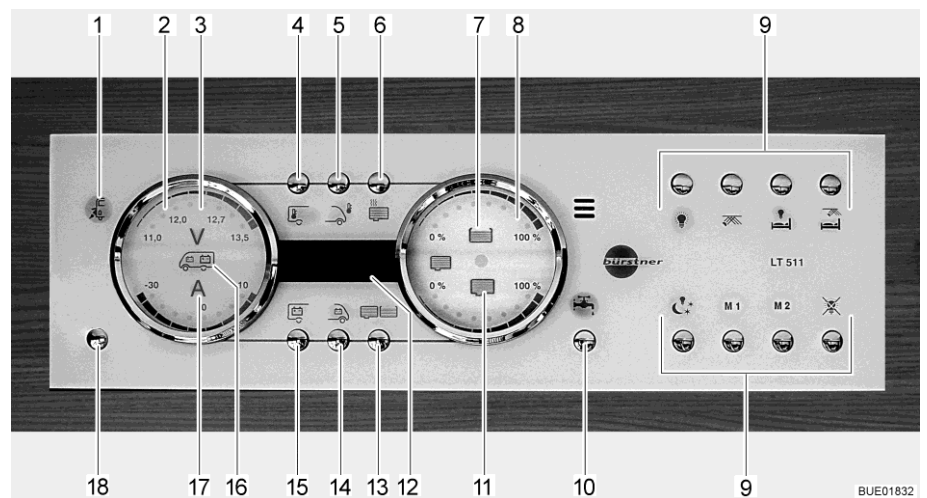

Fig. 120 Pannello di controllo LT 511
La spia di controllo a 230 V (Fig. 120,1) si accende quando all'ingresso della centralina elettrica è presente una tensione di rete.
L'interruttore principale a 12 V (Fig. 120,18) inserisce o disinserisce il pannello di controllo e l'alimentazione a 12 V dell'abitacolo.
Accensione: Premere brevemente il tasto dell'alimentazione a 12 V (Fig. 120,18). L'alimentazione a 12 V dell'abitacolo è inserita. L'indicatore di controllo "12 V" si accende.
- ▷ Se dopo l'accensione il LED "11,0" dell'indicazione dei Volt nonché il simbolo dei Volt "V" (Fig. 120,3) nell'indicatore delle batterie (Fig. 120,2) lampeggiano, significa che la tensione della batteria dell'abitacolo è insufficiente. Caricare la batteria.
- ▷ Se dopo l'accensione l'indicatore di controllo "12 V" e il simbolo dei Volt "V" (Fig. 120,3) lampeggiano tre volte, significa che la separazione della batteria è attivata. Disattivare la separazione della batteria.
Spegnimento: ■ Premere brevemente il tasto dell'alimentazione a 12 V (Fig. 120,18). L'alimentazione a 12 V dell'abitacolo è disinserita. L'indicatore di controllo "Alimentazione a 12 V" si spegne.
- Premere il tasto della batteria dell'abitacolo (Fig. 120,15) e tenerlo premuto per ca. 10 secondi. Il simbolo dei Volt "V" (Fig. 120,3) e l'indicatore di controllo "12 V" lampeggiano tre volte. La batteria dell'abitacolo è separata dalla rete di bordo da 12 V.
- Premere il tasto "Alimentazione a 12 V" (Fig. 120,18) e tenerlo premuto per ca. 5 secondi. Il simbolo dei Volt "V" (Fig. 120,3) e l'indicatore di controllo "12 V" lampeggiano tre volte. La batteria dell'abitacolo è collegata alla rete di bordo a 12 V. L'indicatore di controllo si accende dopo ca. 5 secondi.
- Premere il tasto della batteria dell'abitacolo (Fig. 120,15). Il simbolo dei Volt "V" (Fig. 120,3) si accende. Il simbolo degli Ampere "A" (Fig. 120,17) diventa bianco o rosso a seconda del caricamento o dello scaricamento. La tensione della batteria e la corrente della batteria dell'abitacolo vengono indicate attraverso i LED nell'indicatore.
- Premere il tasto della batteria di avviamento (Fig. 120,14). Il simbolo dei Volt "V" (Fig. 120,3) si accende. La tensione della batteria della batteria di avviamento viene indicata attraverso i LED nell'indicatore.
- Indicazione: ■ Premere il tasto dei serbatoi (Fig. 120,13). I simboli del serbatoio dell'acqua (Fig. 120,7) e del serbatoio delle acque grigie (Fig. 120,11) si accendono. I livelli di riempimento del serbatoio dell'acqua (scala superiore) e del serbatoio delle acque grigie (scala inferiore) sono indicati dai LED nell'indicatore.
| Il simbolo dei Volt "V" (Fig. 120,3) e il LED "11,0" lampeggiano quando vengono richiamati i valori per la batteria dell'abitacolo | La tensione della batteria è scesa sotto gli 11 V. Rischio di uno scaricamento totale della batteria | Staccare tutte le utenze a 12 V e ricaricare la batteria con il veicolo in marcia o collegandosi ad un'alimentazione a 230 V |
| Il simbolo dei Volt "V" (Fig. 120,3) lampeggia quando l'alimentazione a 12 V è disinserita | L'alimentazione a 12 V non può più essere inserita | Staccare tutte le utenze a 12 V e ricaricare la batteria con il veicolo in marcia o collegandosi ad un'alimentazione a 230 V |
| Il simbolo dei Volt "V" (Fig. 120,3) e i LED "11,0" e "12,0" lampeggiano quando vengono richiamati i valori per la batteria di avviamento | La tensione della batteria è scesa sotto gli 11 V. Rischio di uno scaricamento totale della batteria | Staccare tutte le utenze a 12 V e ricaricare la batteria con il veicolo in marcia o collegandosi ad un'alimentazione a 230 V |
Allarme serbatoio Il simbolo del serbatoio dell'acqua (Fig. 120,7) o il simbolo del serbatoio delle acque grigie (Fig. 120,11) lampeggia se il serbatoio dell'acqua è vuoto o il serbatoio delle acque grigie è pieno.